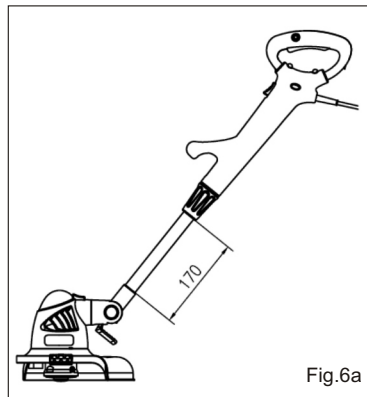
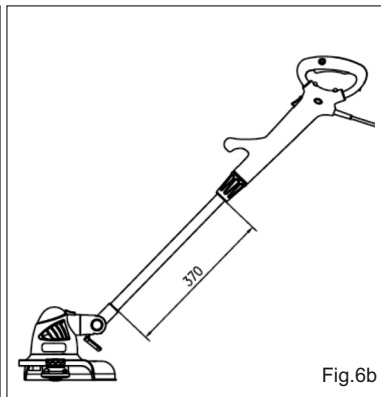

Fig. 6a
Fig. 6b
6. HET APPARAAT IN HOOGTE VERSTELLEN (Fig. 6a / Fig. 6b)